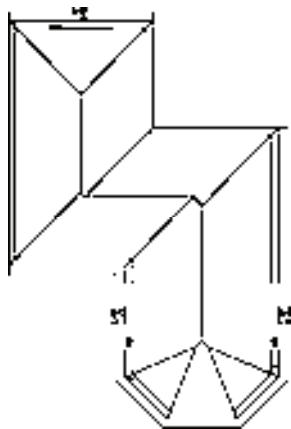

图 13-150 坡度标注
9) 添加坡度标注。调用“箭头引注”命令，在弹出的“箭头引注”对话框中设置参数，分别指定箭头的起点和终点，为屋顶添加坡度标注，结果如图 13-150 所示。